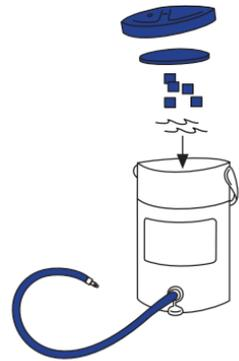

Figura 1
1. Antes de colocar el Cryo/Cuff, prepare la hielera (Figura 1)